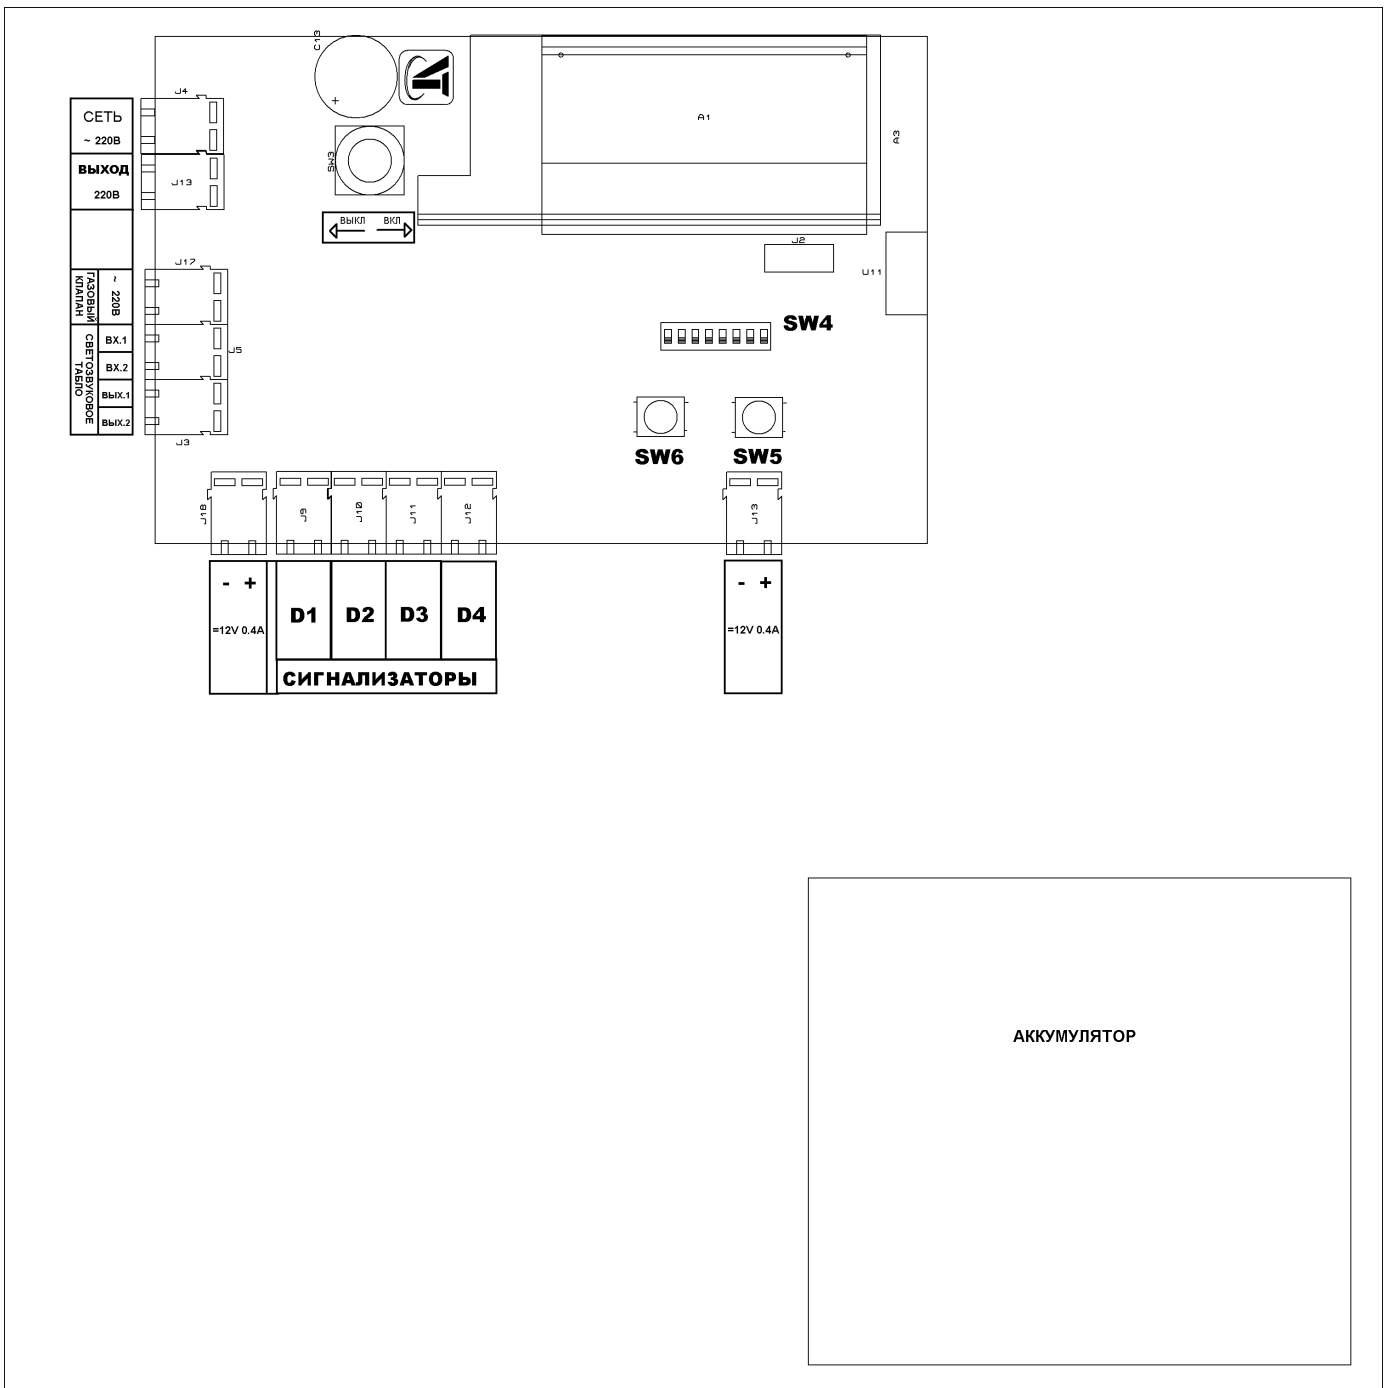

Рис.1. Схема внешних соединений ЩСМ-31.
1. Подключить аварийные линии связи от сигнализаторов загазованности (выполняется контрольным кабелем) к контактным клеммам устройства ЩСМ-31 согласно схеме на Рис.1. Рекомендуется использовать нормально-замкнутые контакты реле сигнализатора загазованности.